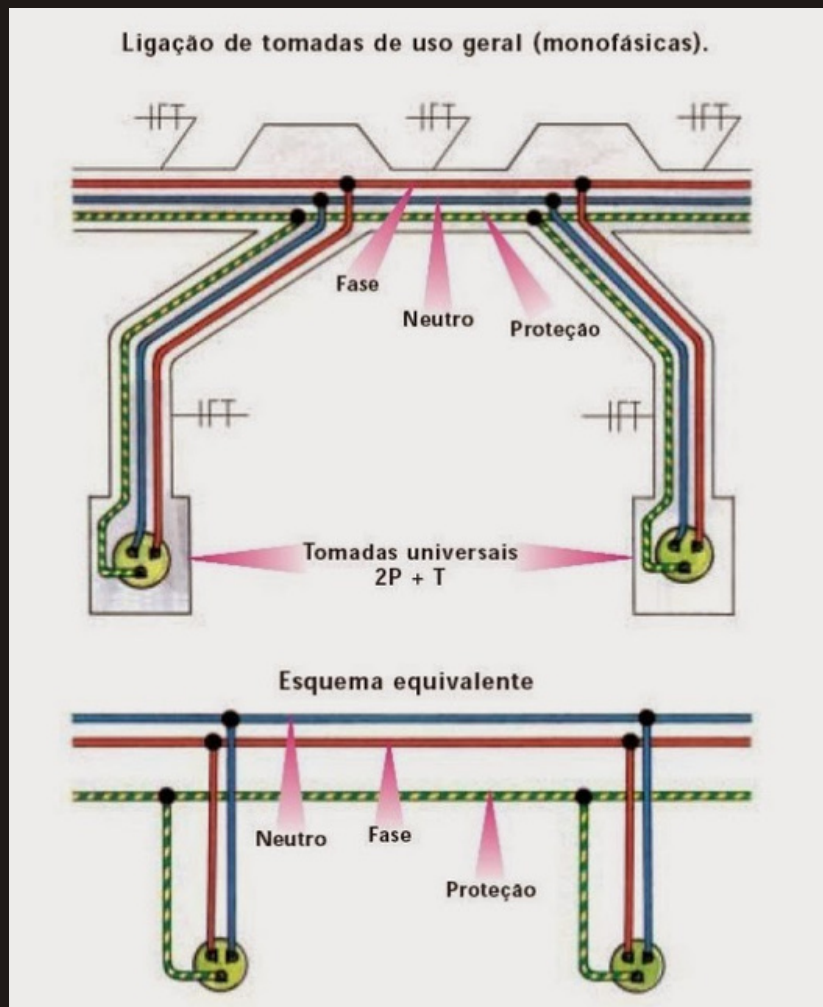

FIGURA 28. INSTALAÇÃO DE TOMADAS 127V
*O ESQUEMA DE LIGAÇÃO É MUITO SIMPLES, PRECISAMOS DA **FASE** **NEUTRO** E **TERRA** (PROTEÇÃO) PARA LIGAR UMA TOMADA 127V. OBSERVE NA FIGURA 28*